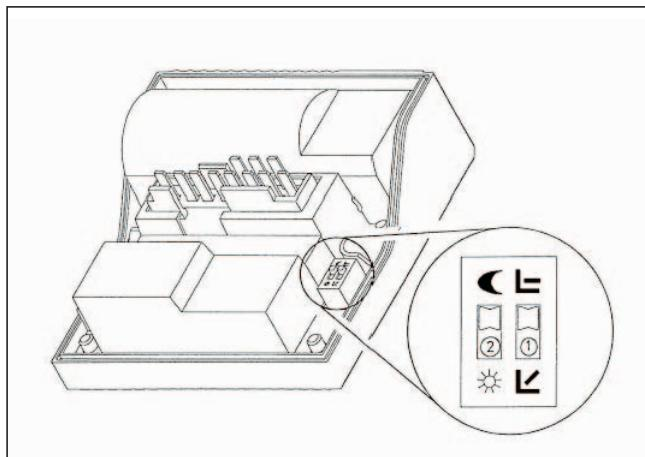

Fig. 3.3 Comutatorul DIP din capacul cutiei de borne
- Puneți comutatorul DIP 2 (fig. 3.3) din capacul cutiei de borne pe simbolul
- Puneți comutatorul DIP 2 (fig. 3.3) pe simbolul , pentru a dezactiva diminuarea nocturnă.